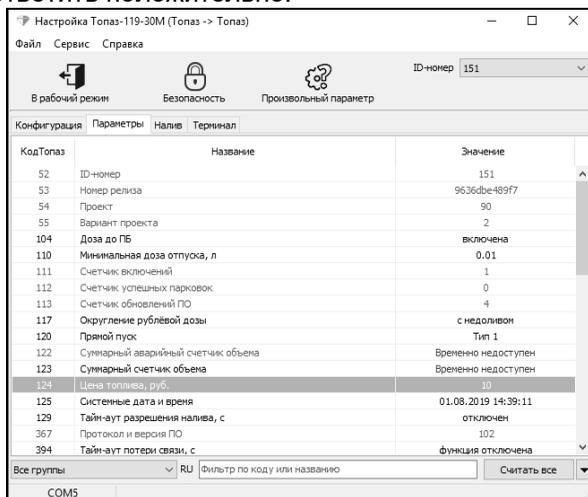

Рисунок 5
6.4 На вкладке "Параметры" (рисунок 5) можно просмотреть и при необходимости изменить значения параметров устройства.